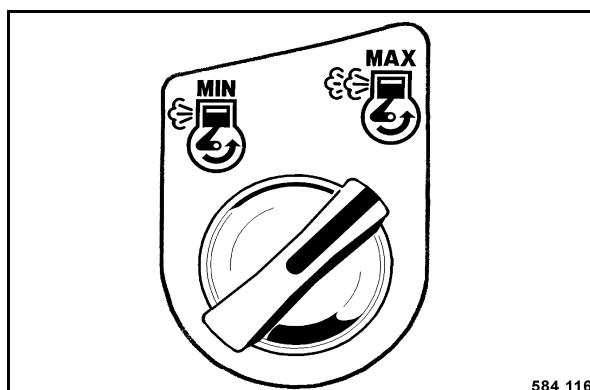

Fig. 134
- Tourner la touche rotative pour le régime du moteur vers la droite sur position "MAX" (Fig. 134).